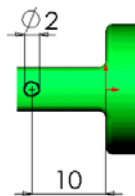

Рис. 2.16
6. Выбрать центр окружности и начало координат (рис. 2.16).